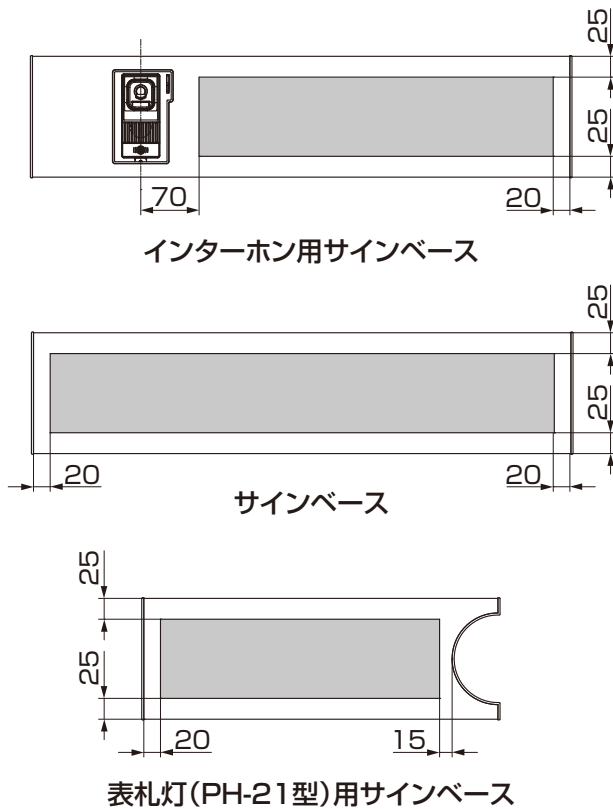

図7-1 取付可能範囲
- ①アルミ・ラッピングタイプの場合、任意の位置にサインを取付けてください。(図7-1参照)